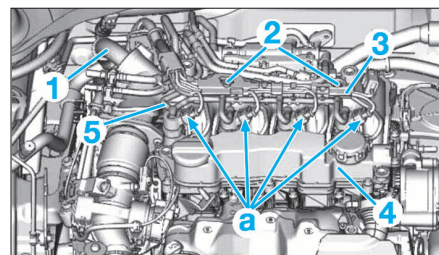
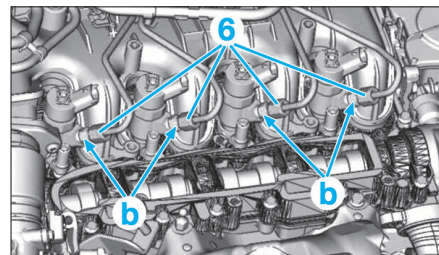

FIG. 53
FIG. 54
- Déposer le tube EGR (1) (Fig.53).
- Déposer les vis (2).
- Ecarter la barrette (3) et l'ensemble pompe d'amorçage + support.
- Déposer les tubes (5) de retour et le déshuileur (4).
- Desserrer les raccords (6) tout en appliquant un contre couple en (b). (Fig.54).